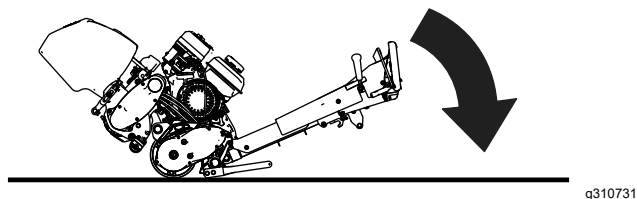

図 12
- トラクションユニットに取り付けたままの場合トラクションユニットのハンドルを床まで下降させる 図 12。